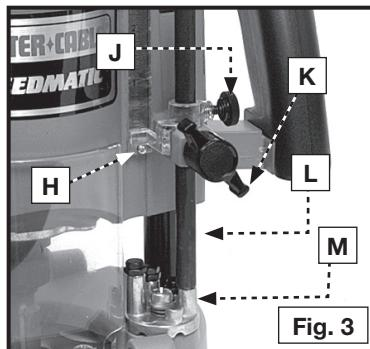
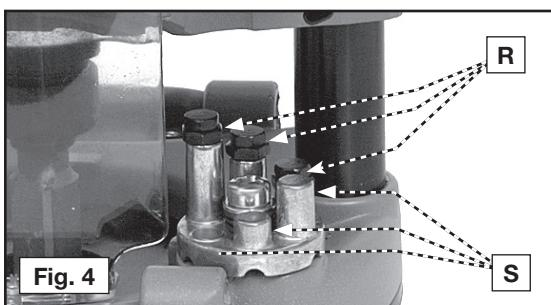
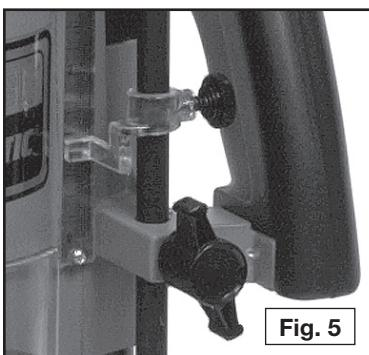

Fig. 3
Fig. 4
Fig. 5
1. Desserrez le bouton de blocage de la tige de profondeur (K), Fig. 3, et le bouton de l'indicateur de profondeur (J), Fig. 3, afin de permettre à la tige de profondeur de venir en contact avec l'une des butées de tourelle (M), Fig. 3. Normalement, la coupe la plus profonde désirée se règle à l'aide de la tige de profondeur reposant sur la butée de tourelle la plus courte (voir Fig. 4). Les deux autres butées fixes (S) Fig. 4 assurent alors des profondeurs réduites de coupe de 1/4 po et de 1/2 po, respectivement. Les trois butées réglables (R), Fig. 4, peuvent être réglées à toute hauteur désirée. On peut utiliser toute combinaison de butées fixes et/ou réglables afin d'atteindre les profondeurs nécessaires à une tâche en particulier.
4. Positionnez l'indicateur de profondeur (H) Fig. 3, à la position « O » et serrez le bouton.
5. Desserrez le bouton de blocage de la tige de profondeur (K), Fig. 3, et levez la tige de profondeur jusqu'à ce que l'indicateur soit aligné sur la marque représentant la profondeur désirée de plongée. (L'exemple de la Fig. 5 montre le réglage pour la plongée de 1 po.) Serrez le bouton de blocage de la tige de profondeur.